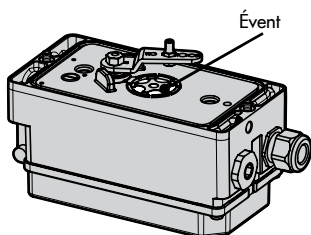

Fig. 3 : Évent
- Ne pas obturer ni réduire l'évent sur site (cf. Fig. 3).